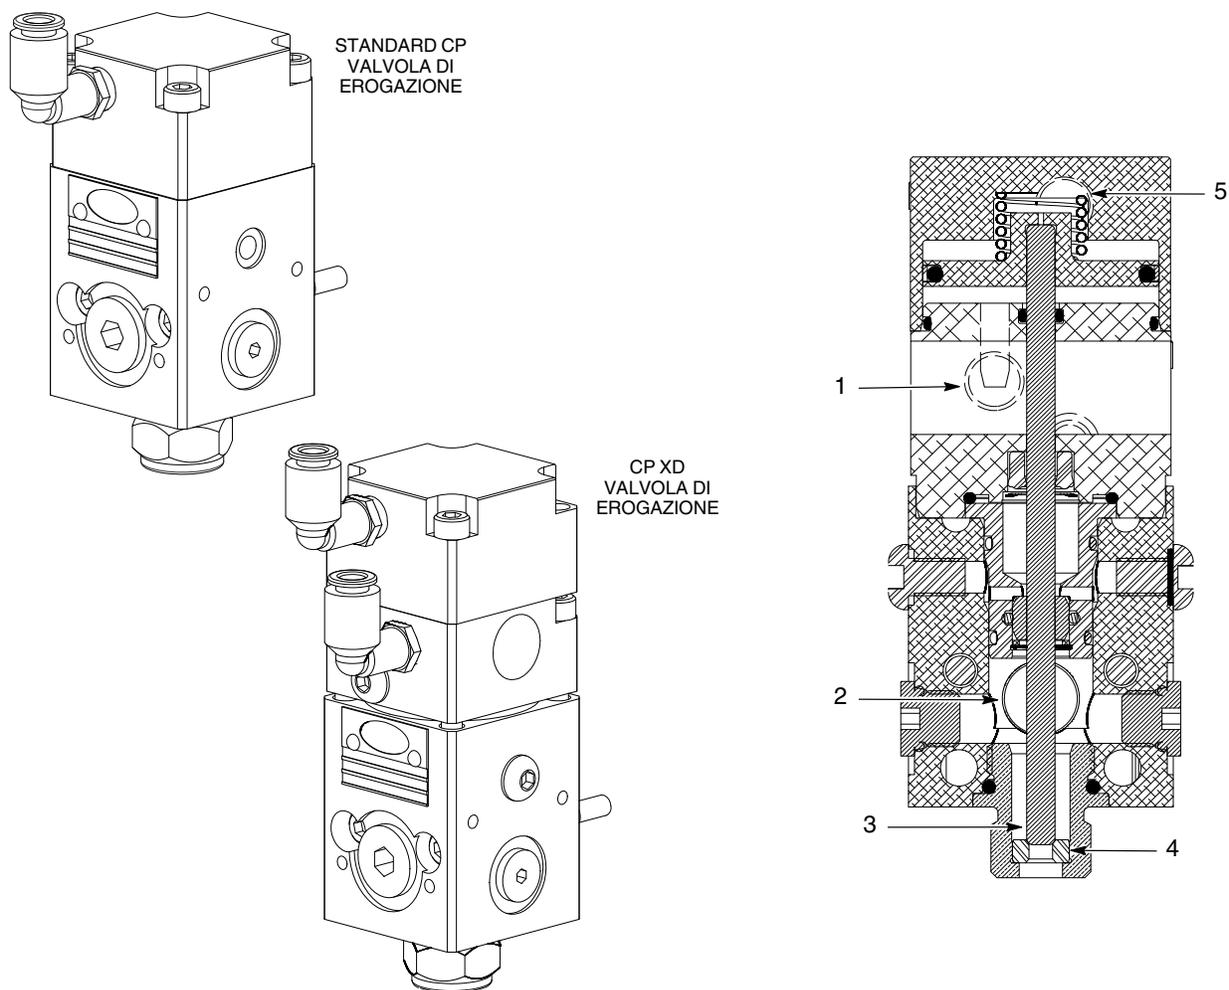

Figura 1 Tipiche valvole di erogazione CP Auto-Flo II
Vedi figura 1. La valvola di erogazione CP Auto-Flo II si usa in molte applicazioni per erogare adesivi, sigillanti o altri materiali. Questa valvola in alluminio è leggera e versatile.
Vedi figura 1. Quando viene alimentata aria all'ingresso aria valvola aperta (1), il pistone viene spinto verso l'alto, tirando via lo stelo del pistone (3) dalla sede (4). Il materiale entra nell'ingresso del materiale (2) ed esce dall'ugello.